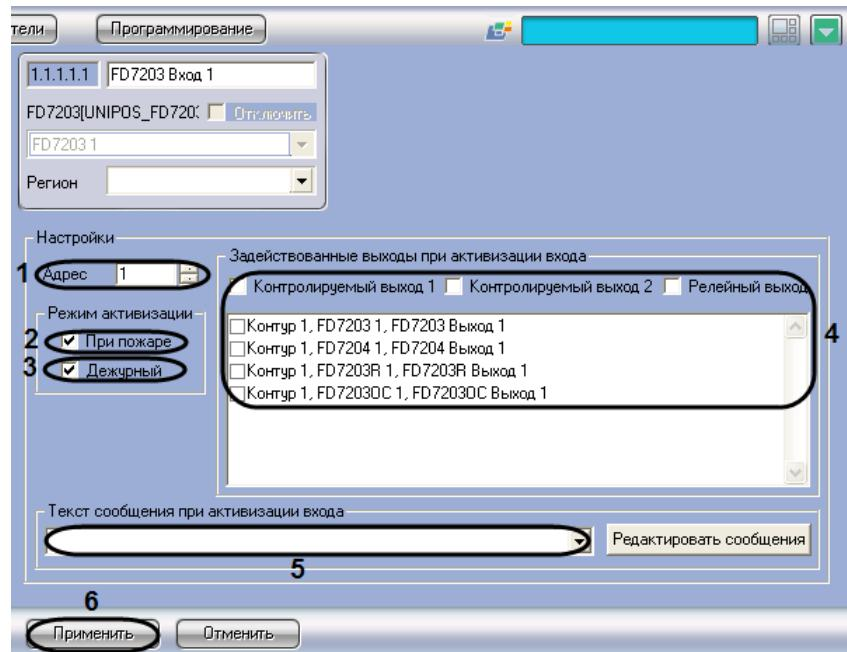

Рис. 3.6-3 Настройка входа адресного модуля FD7203
- Перейти на панель настройки объекта **FD7203 Вход** (Рис. 3.6-3).
2. В поле **Адрес** ввести с помощью кнопок **вверх-вниз** адрес входа модуля *FD7203* (от 1 до 3) (см. Рис. 3.6-3, 1).
3. В случае, если при активации входа требуется задействовать выходы в режиме **Пожар**, установить флажок **При пожаре** в группе **Режим активации** (см. Рис. 3.6-3, 2).
4. В случае, если при активации входа требуется задействовать выходы в дежурном режиме, установить флажок **Дежурный** в группе **Режим активации** (см. Рис. 3.6-3, 3).
5. В группе **Задействованные выходы при активации входа** установить флажки для тех выходов, которые требуется задействовать при активации входа (см. Рис. 3.6-3, 4).
6. Из раскрывающегося списка **Текст сообщения при активации входа** выбрать сообщение, которое будет выводиться при активации входа (см. Рис. 3.6-3, 5).
7. Для сохранения настроек во внутренней базе данных ПК *ACFA Intellect* нажать кнопку **Применить** (см. Рис. 3.6-3, 6).